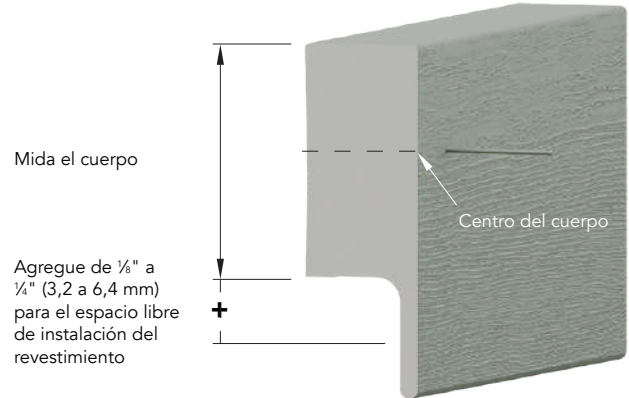

Figura 6
- Coloque el clavo de terminación, tornillo de plataforma o tornillo Cortex con tapón del mismo color en el centro del cuerpo principal de la moldura (Figura 6).
- Ubique los sujetadores cada 16" (40 cm) o menos en el centro del cuerpo de la moldura (Figura 6).
- Utilice el sistema de sujeción Cortex Everlast con tapones del mismo color o un clavo de terminación 8d de calibre 12 (Figura 6).